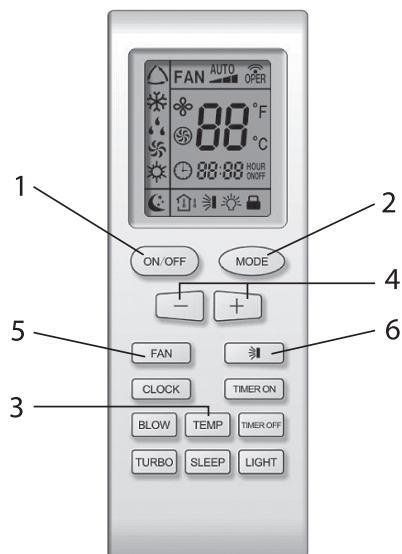

Рис. 7.8
7.5.2.2 Порядок управления (рис. 7.8).